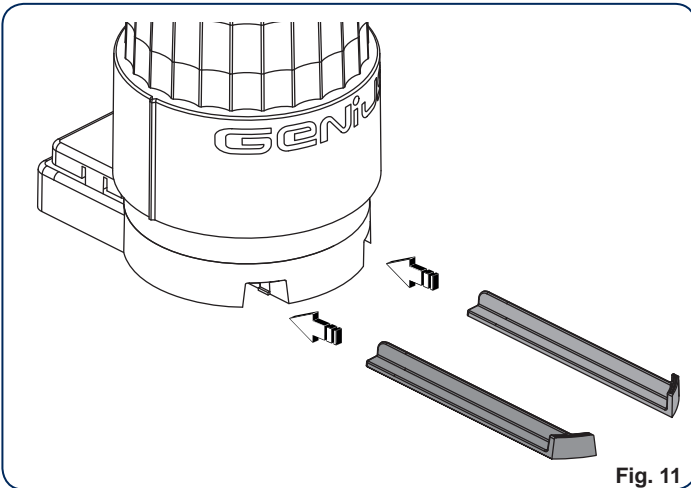

Fig. 11
- Montare le due slitte frontali (Fig. 11).